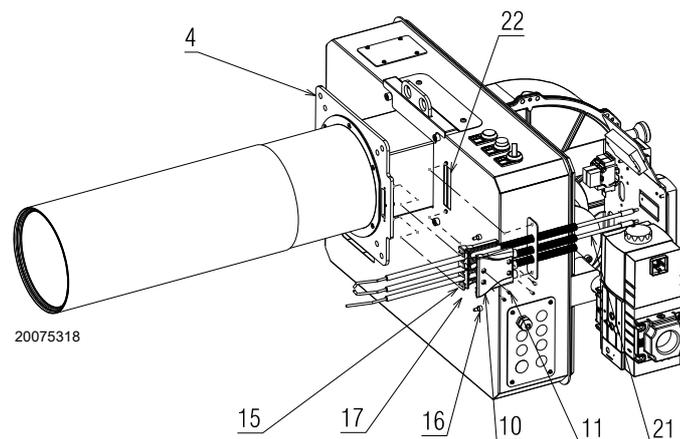
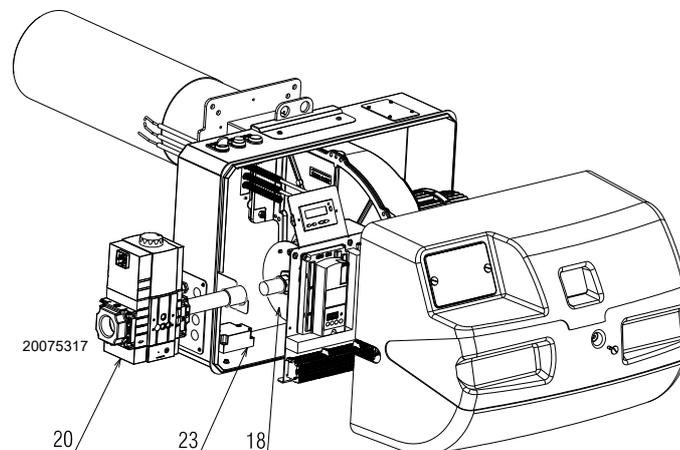

Fig. 18
Fig. 19
Pour l'installation des électrodes, procéder comme suit (Fig. 18) - (Fig. 19):
- Fixer la bride 4)(Fig. 18) à la plaque de la chaudière et visser les écrous 4). Durant cette opération, faire attention à ne pas altérer le groupe d'électrodes.